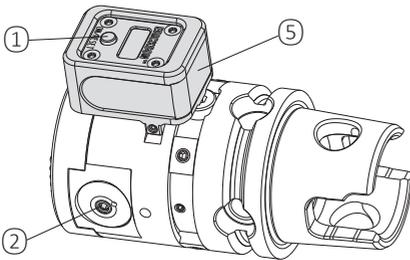
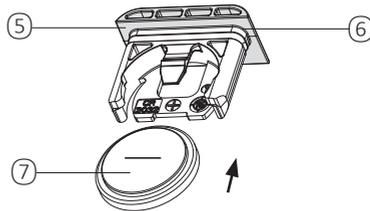

Bild 2
Bild 4
- ① Batterie wird angezeigt = Batterie schwach
- ② Vorzeichen –
- ③ Kommastelle für Dezimal-Anzeige
- ④ Ablesewert in mm
**Batteriewechsel** (Bild 2, 4)
Zum Wechseln das Batteriefach ⑤ (Bild 2, 4) aus dem Anzeigergerät ziehen, alte Batterie entnehmen und sachgemäß entsorgen. Die neue Batterie Lageorientiert laut Bild 4 einsetzen. Danach das Batteriefach vollständig in das Anzeigergerät einschieben.